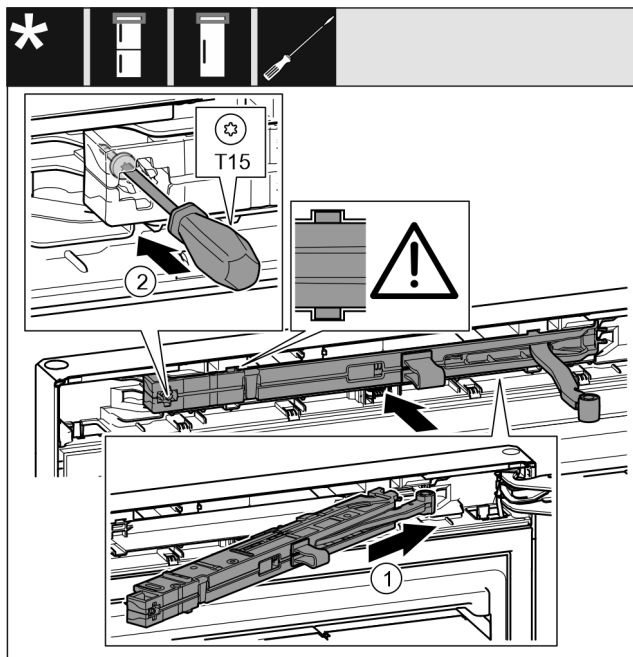

Fig. 29
- ▶ Gurnite jedinicu prigušivača zatvaranja Fig. 29 (1) na strani podloška ležaja do graničnika koso u izrez.
- ▶ Odvijačem pritegnite vijak Fig. 29 (2).